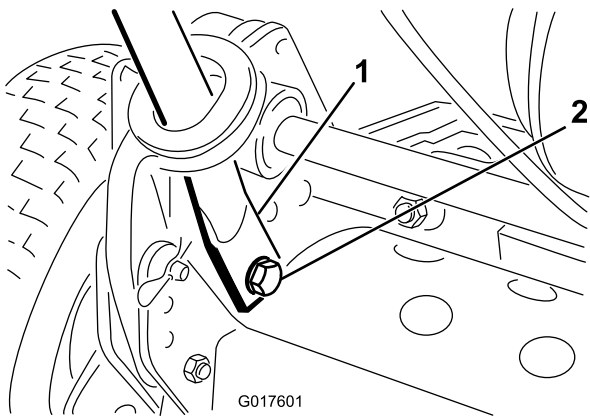

Figure 4
4. Poussez les extrémités du guidon vers l'intérieur et placez-les sur les axes de montage (Figure 4).
5. Fixez les extrémités du guidon aux axes de montage à l'aide des boulons, des rondelles plates et des rondelles de blocage fournies (Figure 4).
6. Fixez le bas des bras du guidon de chaque côté de la tondeuse avec les boulons et les contre-écrous retirés précédemment (Figure 4). Vérifiez que les bagues sont bien placées dans les trous de fixation des bras du guidon.
7. Fixez les bras du guidon à l'arrière du bâti avec les goupilles fendues et les axes de chape retirés précédemment (Figure 4).